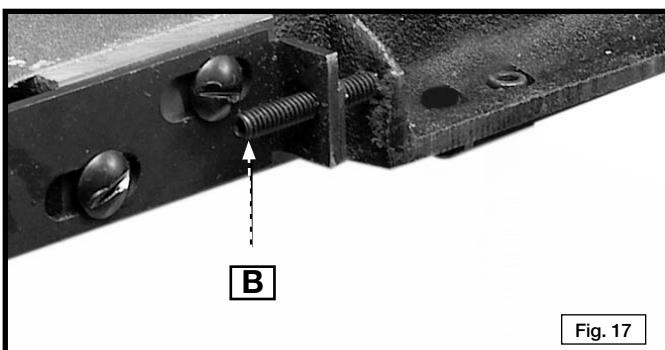

Fig. 17
La Fig.17 muestra un primer plano del tornillo de sujeción derecho (B).
2. Si la banda (F) corre hacia la derecha, gire el tornillo de sujeción derecho (B) Fig. 17 un cuarto de vuelta o menos en el sentido de las agujas del reloj con la llave hexagonal con mango en T de 3,2 mm (1/8").
3. Si la banda (F) corre hacia la izquierda, gire el tornillo de sujeción derecho (B) Fig. 17 un cuarto de vuelta o menos en sentido contrario a las agujas del reloj con la llave hexagonal con mango en T de 3,2 mm (1/8").